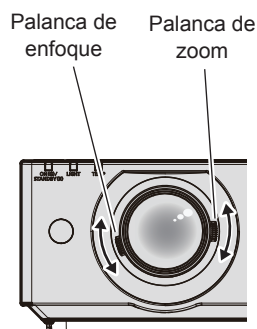

Figura 1
1) Ajuste del zoom y el enfoque. (Figura 1)